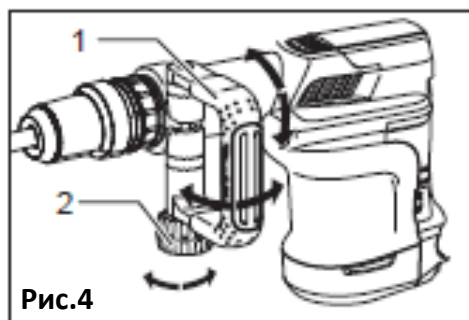

Рис.4
Боковую ручку (1) можно поворачивать на 360° по вертикали и закреплять в любом положении Рис.4. Она также фиксируется в восьми положениях вперед и назад по горизонтали. Просто ослабьте зажимную гайку (2) и поверните боковую ручку (1) в нужное положение. Затем плотно закрутите зажимную гайку (2).